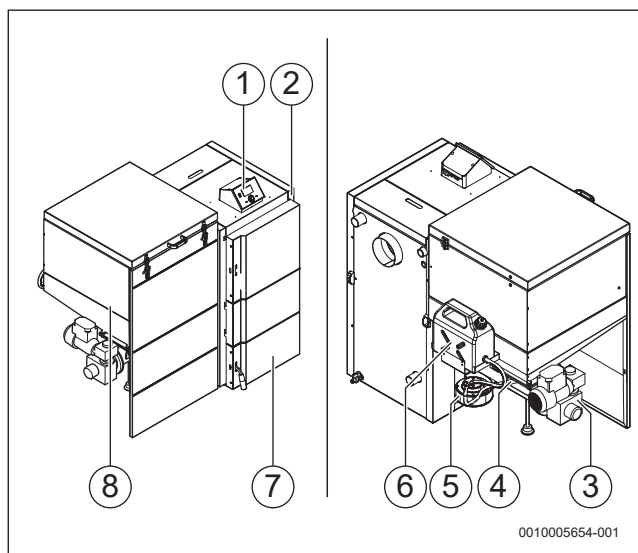

Рис. 44 Обзор котла
- Снимите крышку аварийного опорожнения (→ рис. 44, [4], стр. 32).